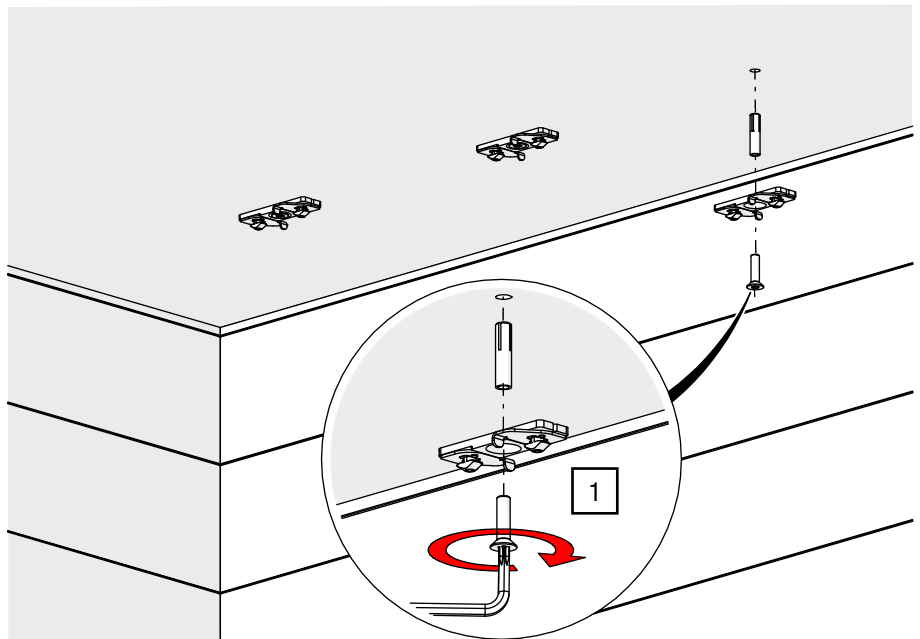

Abb. 22: Deckenmontage – Montageplatte in Decke verschrauben
1. Montieren Sie den M6×30 Einschlaganker in der Betondecke entsprechend den Herstellerangaben und verschrauben Sie die Montageplatte mit TORX®-Schlüssel T30 und 3 Nm (siehe Abb. 22).